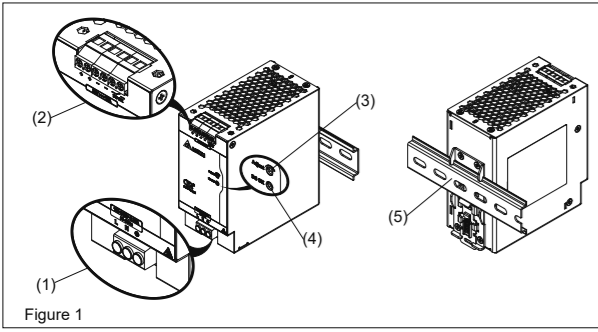

Figure 1
### 2. Gerätebeschreibung (Abb. 1)
#### 4.1. Anschluss der Eingangsklemmen (Abb. 1, Abb. 6)
Bei Wechselstromeingangsverbindungen müssen die L, N und PE-Anschlüsse am Eingangsklemmenverbinder (siehe Abb. 1(1)) zum Herstellen der Verbindung für 100-240 Vac verwendet werden. Abb. 6 zeigt den Anschluss an die unterschiedlichen Netztypen.
#### 4.2. Anschluss der Ausgangsklemmen (Abb. 1 (2))
Verwenden Sie die Schraubklemmen „+“ und „-“, um den 24 Vdc-Anschluss herzustellen. Am Ausgang stehen 24 Vdc zur Verfügung. Die Ausgangsspannung kann am Potentiometer zwischen 24 und 28 Vdc eingestellt werden. Die grüne LED „DC OK“ zeigt die korrekte Funktion des Ausgangs an (Abb. 1 (4)). Das Gerät verfügt über einen Kurzschluss-, Überlast- und Überspannungsschutz, der auf 35 Vdc begrenzt ist.